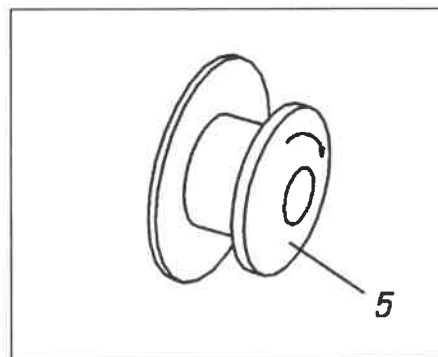

Рис. 4
В ситуации, при которой опасность угрожает обслуживающему персоналу или грохоту, грохот нужно остановить нажатием аварийного выключателя (АВАР.-ВЫКЛ.) «NOT-AUS» (поз. 5, рис. 4). Клавиша аварийного выключения должна быть установлена в легкодоступном месте.
- Деблокируйте клавишу (АВАР.-ВЫКЛ.) NOT-AUS (поз. 5 - рис. 4) путем ее вращения в направлении стрелки.